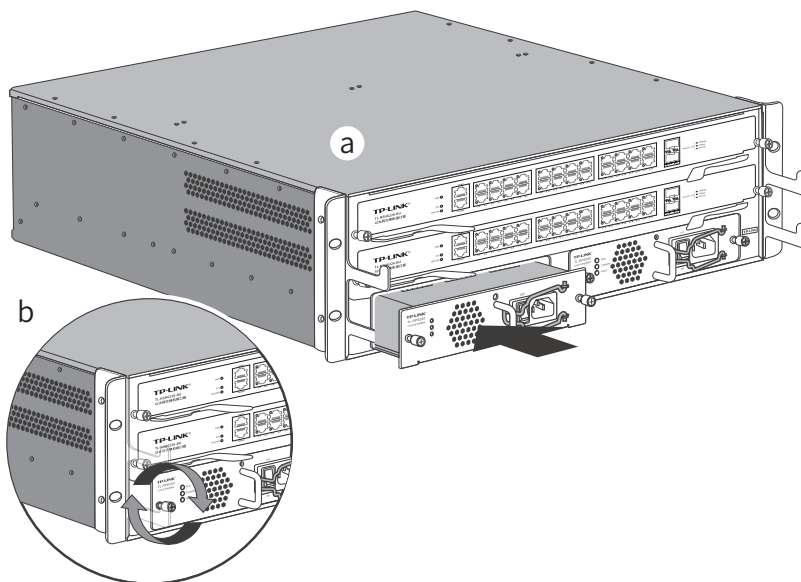

图4-4 安装电源模块示意图
5. 将备用的电源模块插入网络安全准入控制器中，将电源模块沿插槽的导轨将电源模块水平推入，直至电源模块的面板贴紧设备。拧紧电源模块两侧的松不脱螺钉。如图4-4所示。